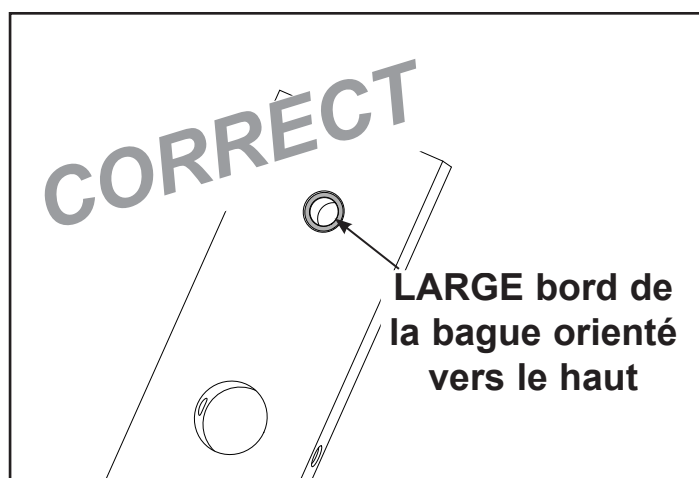

Figure 1A
- M. Alignez avec précaution la plaque de poids sur les tiges guides et abaissez lentement la plaque. **REMARQUE** : Lorsque vous installez les plaques de poids, positionnez-les de sorte que les larges bords des bagues soient orientés vers le haut et les bords étroits des bagues soient orientés vers le bas. Reportez-vous aux figures 1A et 1B.